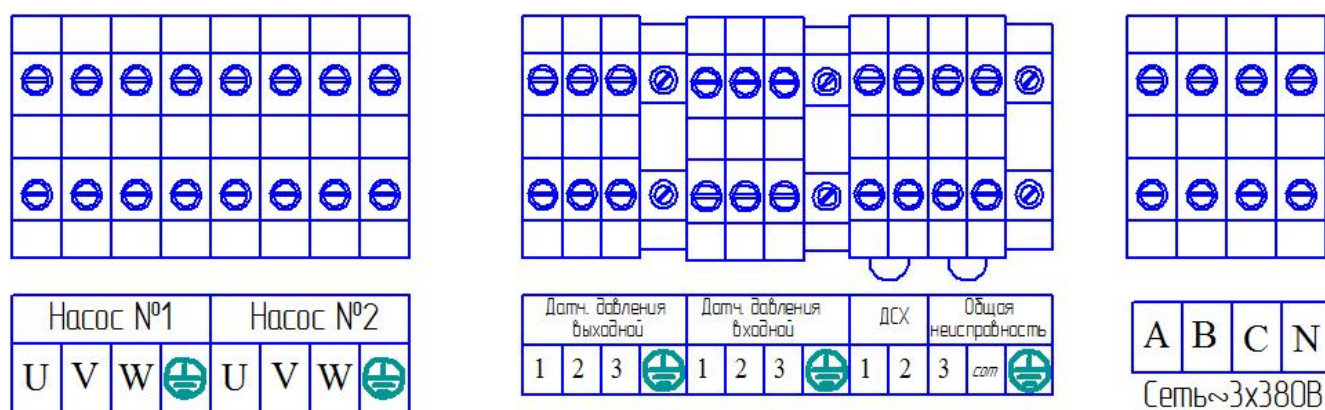

Рис. 3 Обозначение клемм стойки управления.
- Произведите подключение станции к электрической сети медным кабелем с сечением не менее (4х1,5) мм² к клеммам А,В,С,Н “Сеть ~3х380В”, согласно обозначениям клемм в стойке управления (рис. 3).